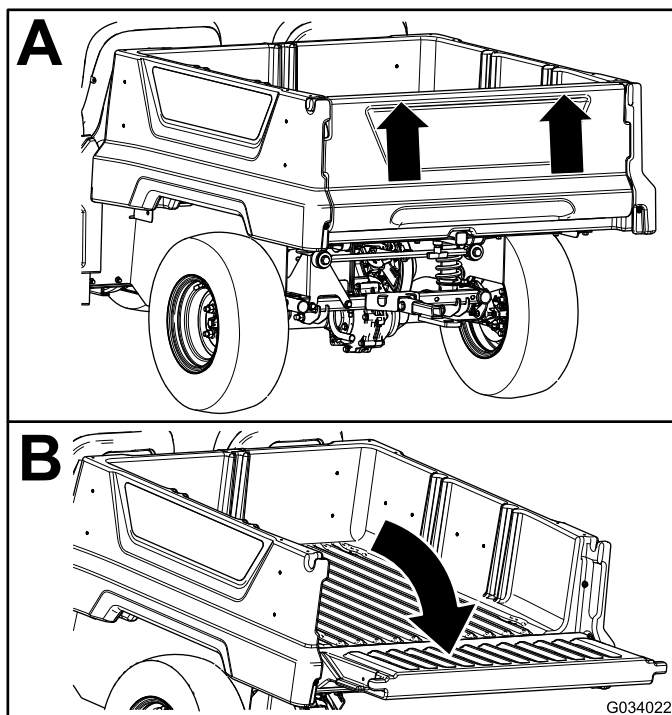

Figura 15
2. Utilizzando entrambe le mani, sollevate la sponda posteriore utilizzando il bordo vicino alla parte superiore della sponda posteriore (Figura 15).
3. Abbassate la sponda posteriore in modo che sia a livello con la parte inferiore del cassone (Figura 15).